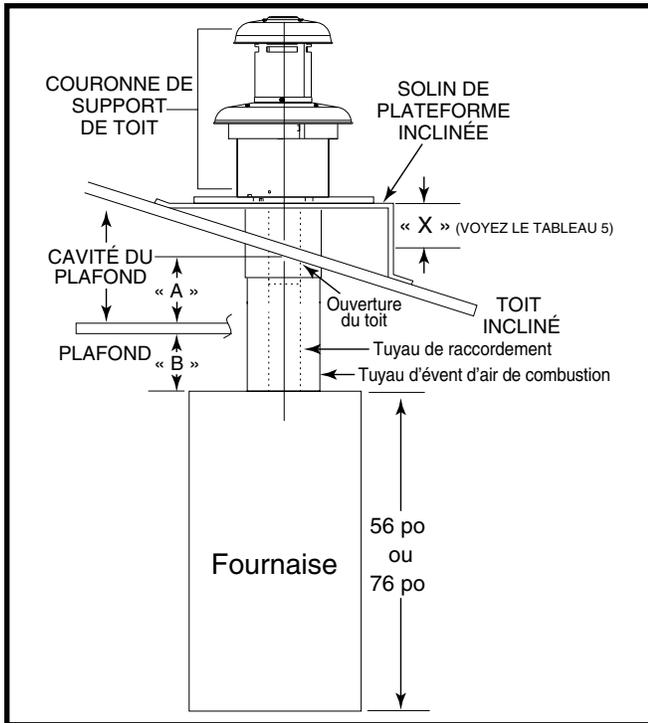

Figure 16. Profondeur de la cavité du plafond
1. Déterminez la profondeur de la cavité dans le plafond du centre de l'ouverture du toit au centre de l'ouverture du plafond tel qu'indiqué comme « Dimension A » dans la Figure 16 \(page 11\).
2. Déterminez la hauteur du plafond et soustrayez la hauteur de la fournaise indiquée comme « Dimension B » dans la Figure 16.